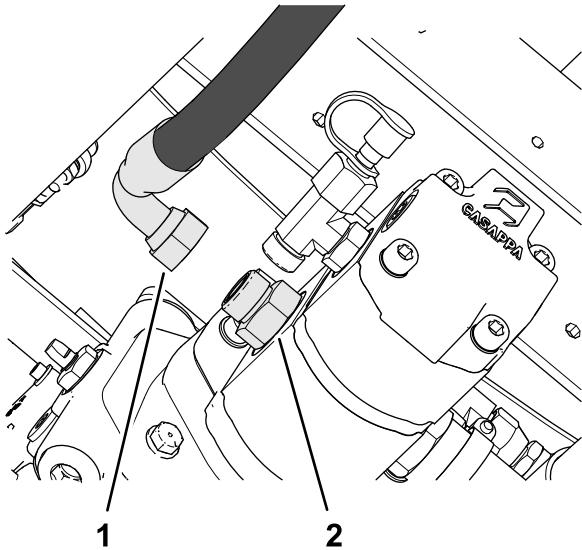

Figura 62
1. Desconecte la manguera de presión delantera del distribuidor de elevación de los brazos del acoplamiento recto del lado izquierdo de la bomba hidráulica (Figura 62).